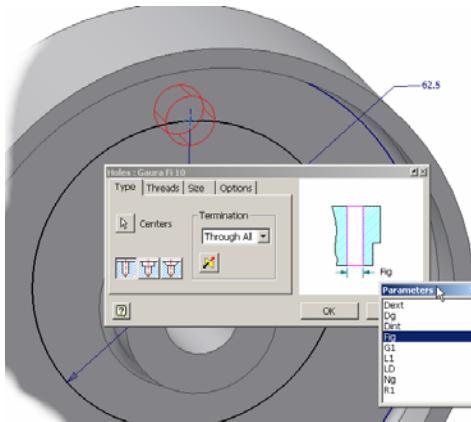

Figura 2.15.14.
Punctarea icoanei **Hole** din panelul **Part Features** va declanșa apariția ferestrei **Holes**, unde pot fi selectate/specificate opțiunile operației, figura 2.15.14:
- în partea dreaptă a ferestrei **Holes**, urmând procedura din paragraful „e” se va realiza corespondența acestei dimensiuni cu mărimea „**Fig**”, figura 2.15.14.